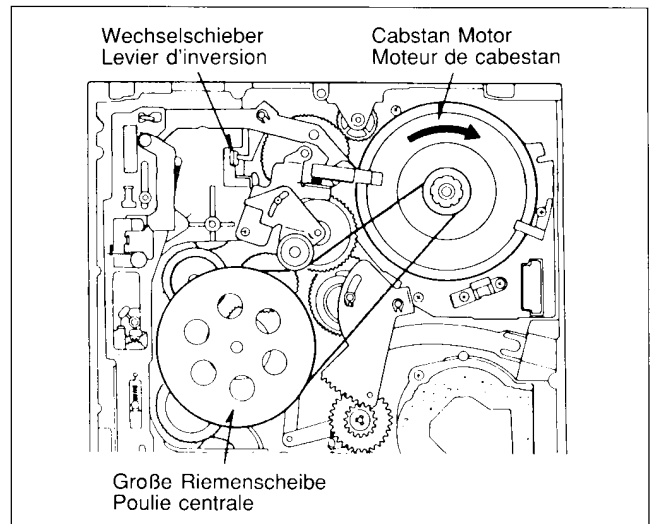

Fig. 16
- Zum Verschieben des Kassettenschlittens den Capstanmotor bzw. die große Riemenscheibe an der Unterseite rechts herum drehen. Fig. 16
- Pour faire glisser le chariot, tourner à la main, dans le sens des aiguilles d'une montre, ou le moteur de cabestan ou la poulie centrale situés sur la partie inférieure. Fig. 16